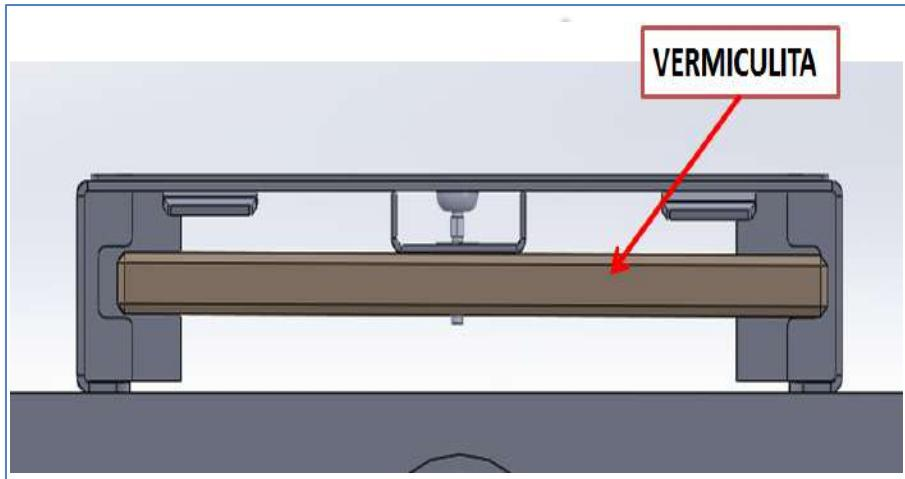

Ilustración 9. Colocación vermiculita
- 6) Colocada y fijada la estufa correctamente, desembalamos la Pieza Nº 3, y la colocamos dentro de la Pieza Nº 2, haciéndola pasar entre las ranuras de la pieza Nº 8 dejándola centrada, realizada esta operación colocamos la Pieza Nº 4 sobre la parte superior del apoyo estufa, haciendo que los salientes queden por dentro de la pieza (Ilustración 9).